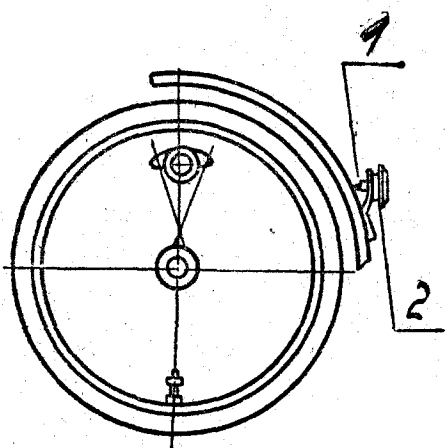

Рис. 12.
Световозвращатель задний (Рис. 12) устанавливать на кронштейн заднего шитка, закрепив его колпачковой гайкой (1) через контргайку или шайбу (2).